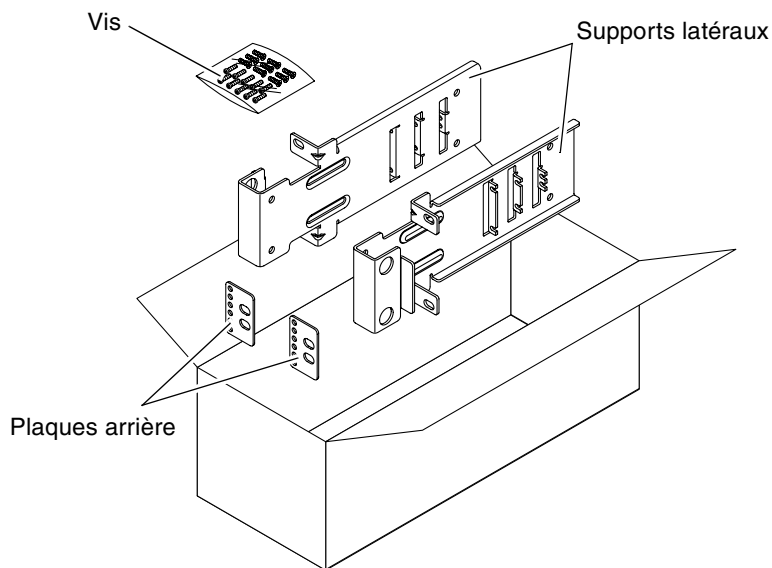

FIGURE 3-30 Contenu du kit de montage en armoire de 19" à deux colonnes
1. **Prélevez les supports latéraux dans le kit de montage (FIGURE 3-30).**
5. (Facultatif) Si les vibrations de votre environnement sont particulièrement fortes, utilisez les plaques arrière pour bien fixer le serveur à l'armoire (FIGURE 3-30).